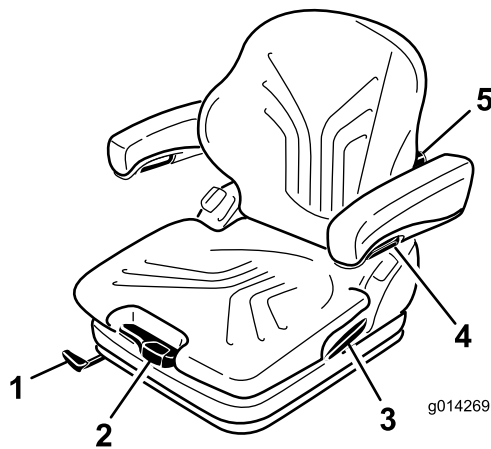

Bild 31
Der Sitz wird durch Ziehen oder Drücken des Gewichtseinstellhebels dem Fahrergewicht angepasst (Bild 31).
1. Um den Sitz einzustellen, bewegen Sie den Hebel zum Entriegeln des Sitzes (Bild 31).
Durch Drehen des Einstellhandrads nach oben kann die Krümmung des oberen Rückenlehnenkissens angepasst werden. Durch Drehen des Einstellhandrads nach unten kann die Krümmung des unteren Rückenlehnenkissens angepasst werden (Bild 31).
Um die Höhe der Armlehnen einzustellen, nehmen Sie die runde Kappe (Bild 31) vom Deckel ab, lösen Sie die Sechskantmutter (13 mm) dahinter, bringen Sie die Armlehnen in die gewünschte Position und ziehen Sie die Mutter fest. Bringen Sie die Kappe wieder auf der Mutter an.
Um den Winkel der Armlehnen einzustellen, drehen Sie das Einstellhandrad (Bild 31).
Ziehen Sie den Arretierhebel nach oben, um die Rückenlehnenarretierung zu lösen (Bild 31). Belasten Sie die Rückenlehne nicht, indem Sie sich anlehnen, wenn Sie die Rückenlehnenarretierung lösen.